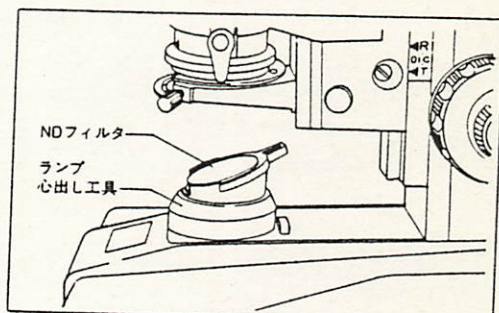

図3
- フィールドレンズ上にランプ心出し工具をかぶせ、その上にNDフィルタを1枚、フィルタ受けから外して載せます。(図3)